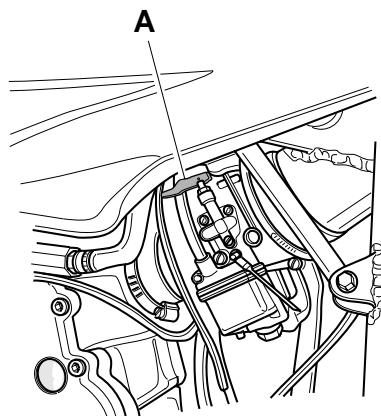

Fig. 5
6. Riscaldare il motore accelerando leggermente finché il motore non giri senza bisogno di starter (A-Fig.5).
6. Den Motor mit wenig Gas wärmfahren, bis er ohne Starter einwandfrei rundläuft (A-Abb.5).
6. Avec un peu de gaz, faites monter la température du moteur jusqu'à ce qu'il tourne uniformément sans starter (A-Fig.5).